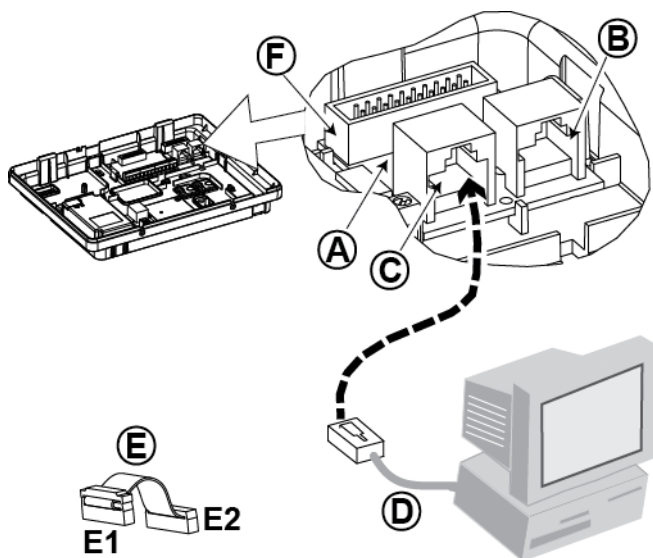

Figura 4.7 – Montaggio modulo Dual RS-232
1. Per installare il modulo DUAL RS-232 nella centrale, inserirlo nelle sedi contrassegnate (vedere Figura 4.7) fino a sentire un clic.
3. Collegare un PC al connettore del modulo DUAL RS-232 (B) o (C), come mostrato in Figura 4.7.